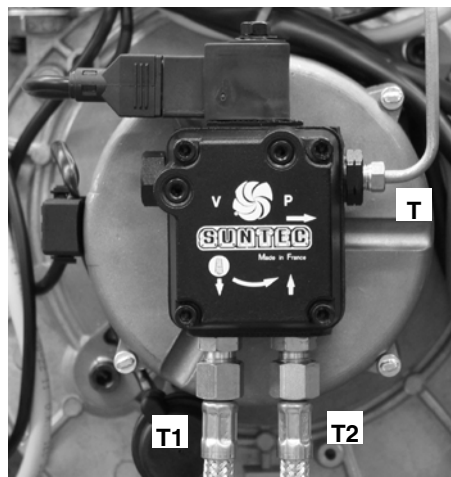

Fig. 38
- Slăbiți conductele de motorină **T1** și **T2** de la pompa (Fig. 38).